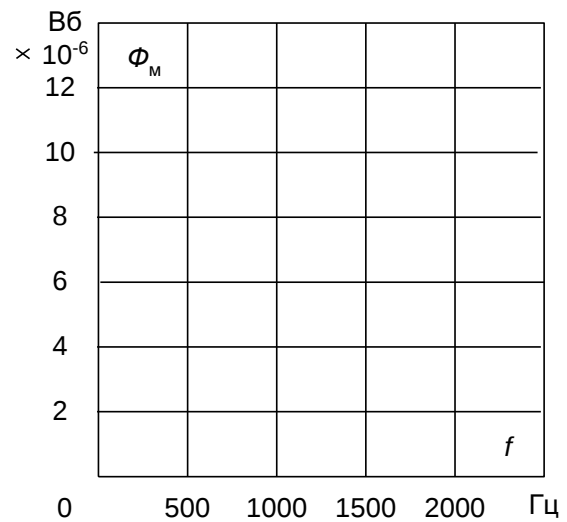

Рис. 5.10
- Рассчитайте экспериментальную и расчётную зависимости амплитуды магнитного потока от частоты по тем же формулам и постройте графики на рис. 5.10